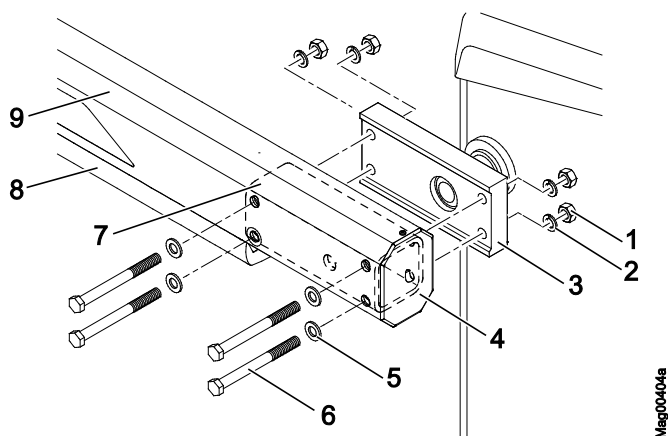

Рис. 30: Монтаж стрелы шлагбаума
- 6. Вставить квадратную трубу со стороны фланца в брус шлагбаума, как показано на рисунке Рис. 30.